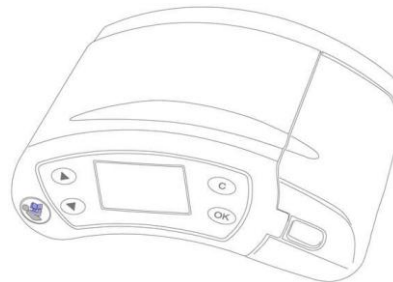

Abb. 5 ASSKEA procuff® M horizontal
3. Platzieren Sie das Gerät stehend oder in horizontaler Lage (Abb. 5) auf einer festen, ebenen Unterlage ohne Neigung.